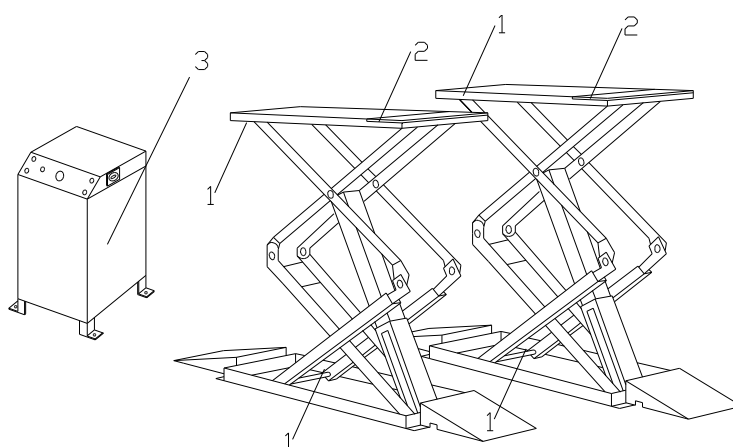

Fig.20
**Voor de smering van de hefbrug raden wij u de volgende smeerproducten aan (zie Fig 20):**